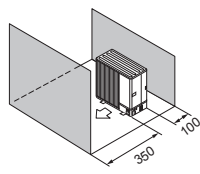

Fig. 2-11
⑤ Obstacole numai în față și în spate (Fig. 2-11)